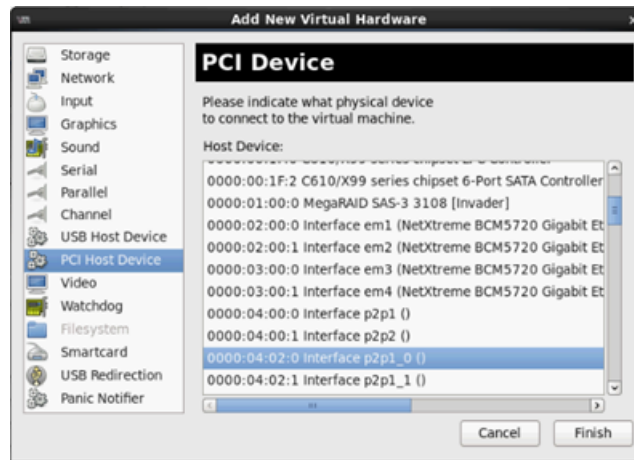

Abbildung 8-14. Neue virtuelle Hardware hinzufügen
- b. Klicken Sie im linken Fenster des Dialogfelds „Add New Virtual Hardware“ (Neue virtuelle Hardware hinzufügen) (Abbildung 8-14) auf **PCI Host Device** (PCI-Host-Gerät).